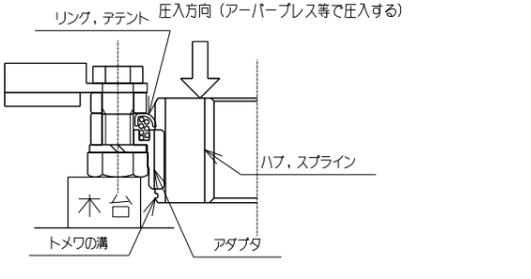

図 1
- 図1のようにアダプタ端面からトメワの溝が出るまで、ハブ,スプラインをアーバープレス等で圧入してください。
- 図1のように、トメワ溝がアダプタ端面より出るまでハブ,スプラインをアーバープレス等で圧入してください。